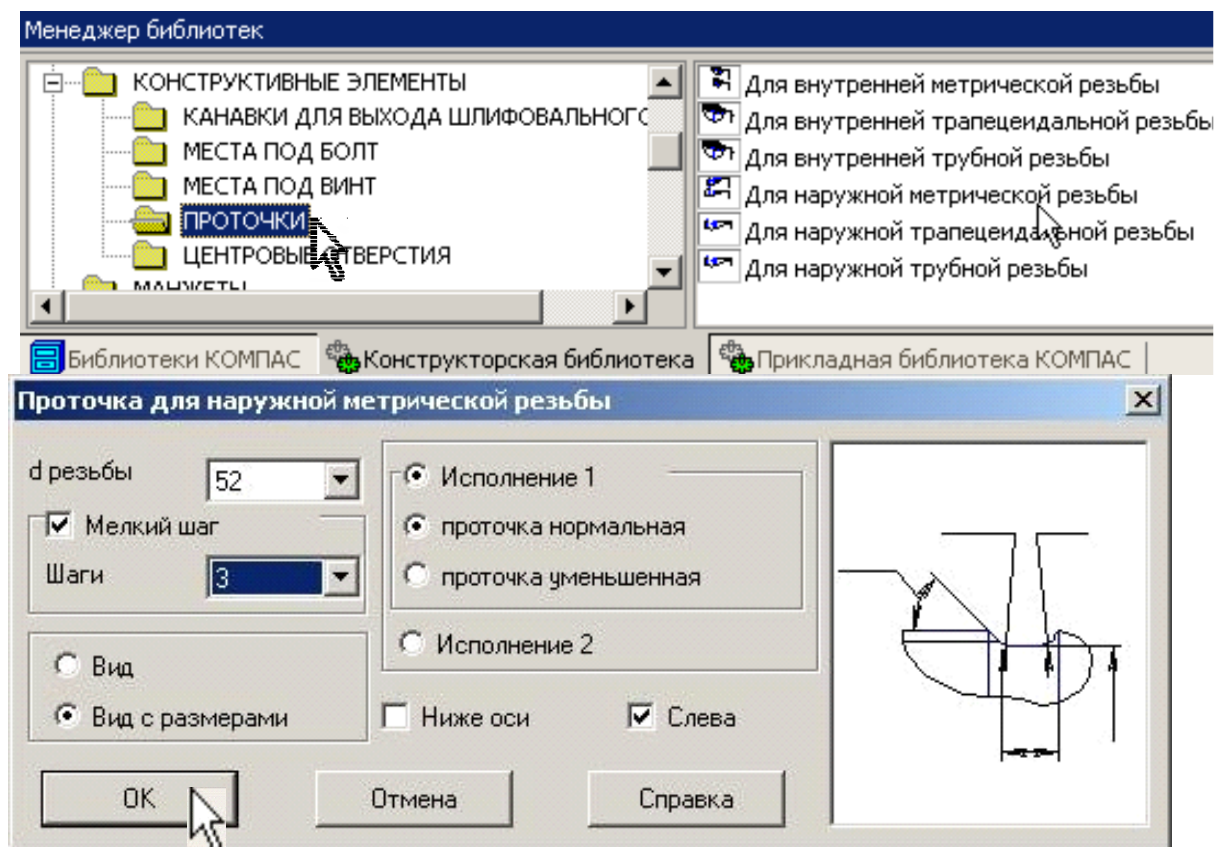

Рис. 10.16. Параметры проточки
- открываем Конструкторскую библиотеку, выбираем разделы «Конструктивные элементы – Проточки», далее выбираем проточку Для наружной метрической резьбы и устанавливая необходимые параметры проточки согласно рис. 10.16.